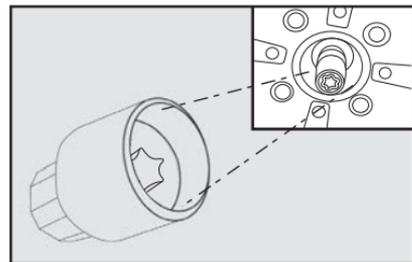

fig. 9
– Algumas versões dispõem de dispositivo antifurto para a roda sobressalente. Retirar da bolsa ou suporte de ferramentas, conforme a versão, a chave soquete **fig. 9**, que destrava o mecanismo antifurto.
O destravamento do estepe deve ser realizado encaixando a extremidade do soquete **fig. 9** no mecanismo de retenção da roda e a outra extremidade na chave de roda fornecida com o veículo, para posteriormente girar todo o conjunto em sentido anti-horário.